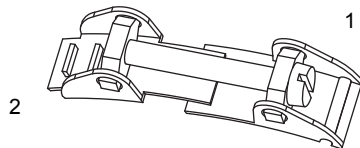

Abb. 6.2: Spannschloss
- Stellen Sie sicher, dass Teil (2) des Spannschlusses auf Teil (1) liegt (siehe Abb. 6.2). Die Haken von Teil (2) müssen sich auf der äußeren Seite des Spannschlusses befinden.
- Setzen Sie den Sensorschuh auf das Rohr. Halten Sie Spannschloss und Sensorschuh mit einer Hand und führen Sie das Spannband durch die Teile (2) und (1) des Spannschlusses (siehe Abb. 6.2).